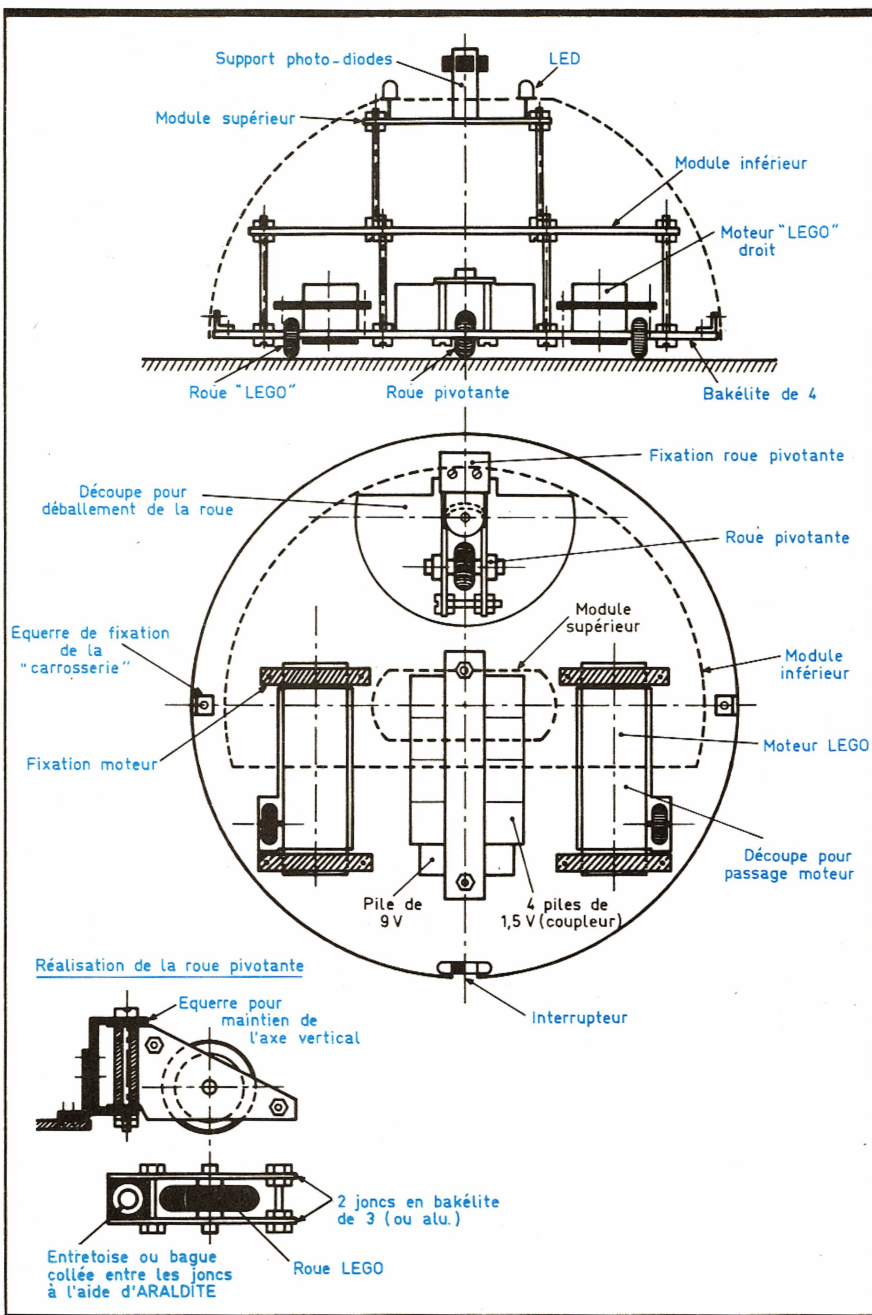

Fig.11 Schéma général de montage du véhicule.
d) Montage du récepteur mobile (fig. 11)
vant un axe vertical, a également été réalisée à partir d'une roue Lego suivant les indications de la figure 11. Sur la partie arrière du disque a également été fixé le boîtier-coupleur de quatre piles de 1,5 V ainsi que la pile de 9 V. Un dispositif simple constitué d'un tasseau amovible permet de retirer la pile et le coupleur en vue du remplacement des piles.
Le module inférieur est fixé par-dessus les moteurs et les piles, au moyen de quatre vis de 4 mm et d'écrous formant entretoises réglables ainsi que le montre la figure 11. Le module supérieur prend appui sur le module inférieur également par le moyen de deux vis de 4 mm de diamètre; les liaisons entre les deux mobiles étant réalisées à l'aide de fils isolés en nappe. Le support des quatre photodiodes ainsi que les quatre LED de signalisation auront leur hauteur réglée de façon à être bien visibles de l'extérieur de la carrosserie. Enfin, et en partant des picots du module inférieur il y a lieu de réaliser les diverses liaisons vers les moteurs de traction, vers l'interrupteur double et vers les sources d'énergie. Bien entendu, à ce niveau il convient également d'apporter un soin très particulier au respect des polarités.